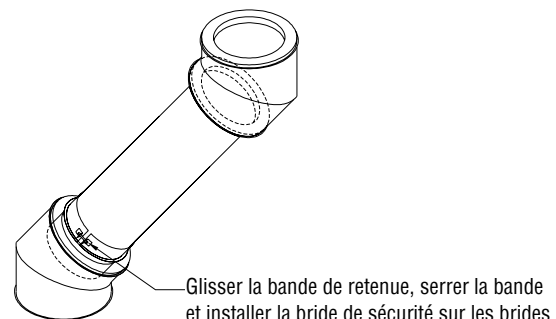

Figure 63 - Longueur variable, Étape d'installation E
- e. Glisser la bande de retenue à l'accouplement femelle et serrer la bande pour appuyer leur rabats. Ensuite, installer la bande de sécurité sur ces rabats. Voir **Figure 63**.